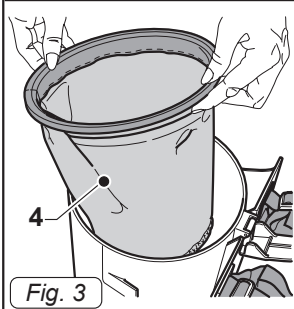
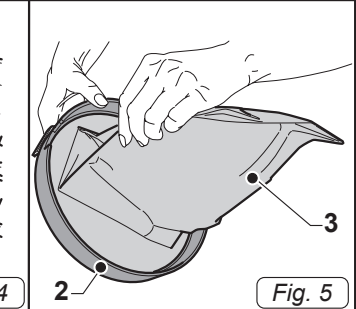
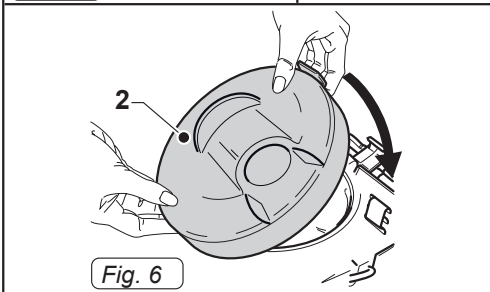

Fig. 3
Fig. 5
Fig. 6
- Rimuovere il filtro in stoffa (4 Fig.3) e controllare che all'interno dell'apparecchio
- Rimontare il filtro in tela (4 Fig.3), rimontare il sacchetto in carta (3 Fig.5) sul coperchio (2 Fig.5) e mantenendolo in posizione rimontare il coperchio (2 Fig.6)